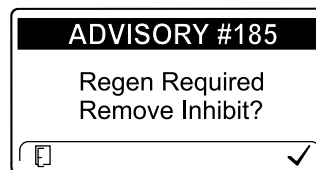

Figura 46
**Nota:** Si ajusta el InfoCenter para que inhiba la regeneración, el InfoCenter muestra ADVISORY #185 (Aviso n.º 185) (Figura 46) cada 15 minutos mientras el motor solicita una regeneración de restablecimiento.